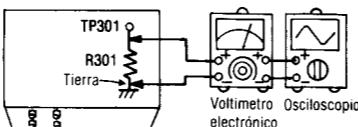

Fig. 6
- La conexión del equipo de prueba se muestra en la Fig. 6.